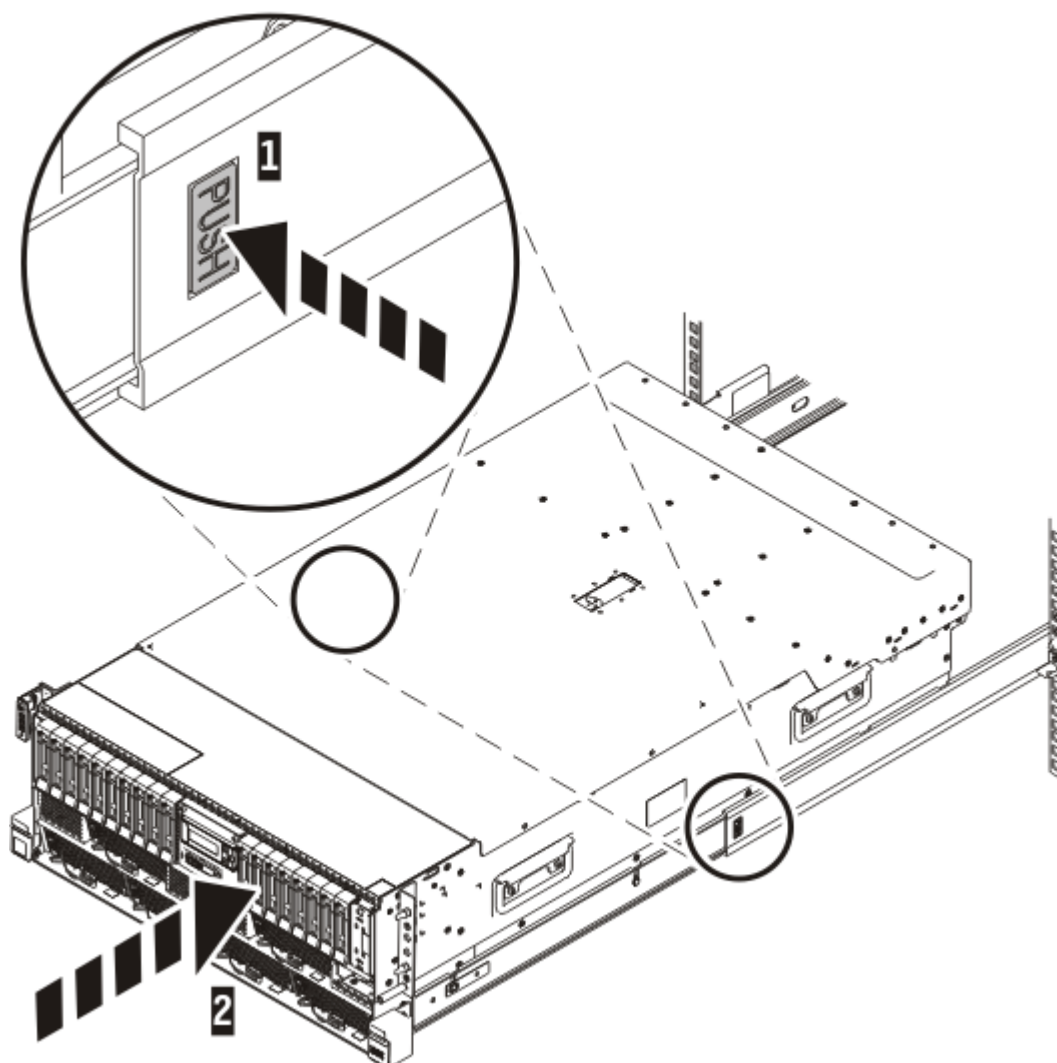

Figure 8. Taquets de déverrouillage et serveur
3. Levez les loquets bleus **(1)** sur les glissières latérales et poussez entièrement le serveur **(2)** dans l'armoire jusqu'à ce qu'il s'emboîte. Pour plus de détails, voir Figure 8, à la page 9.